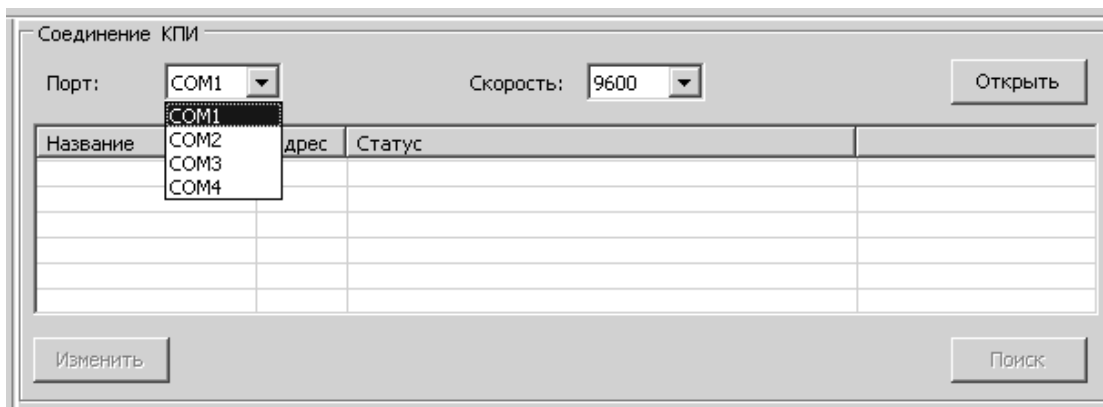

Рис. 4. Вид области Соединение КПИ.
2.4.1.2. Назначение параметров связи ПК с КПИ производится в области **Соединение КПИ** (рис.4).